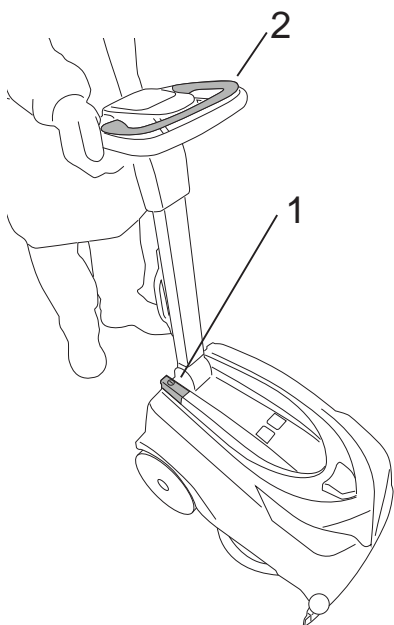
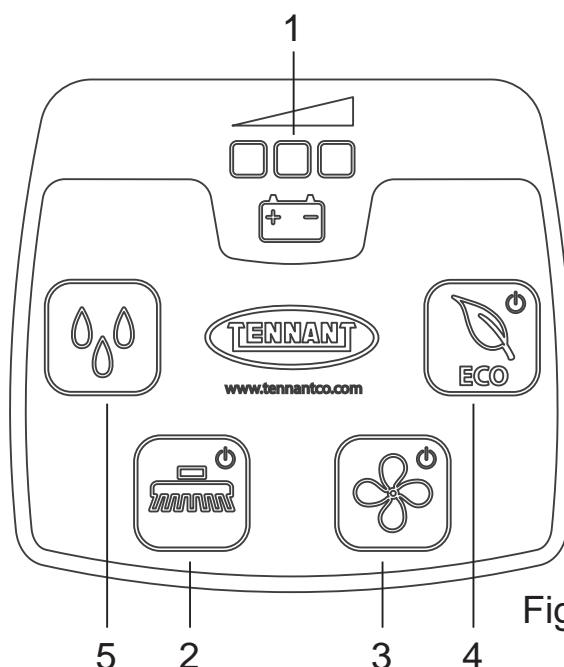

Fig.14
Fig.15
- Interruttore generale (Fig.14-Rif.1): abilita e disabilita l'alimentazione elettrica a tutte le funzioni della macchina.
- Spia di controllo carica batteria (Fig.15-Rif.1): costituita da 3 led di colore, rosso, giallo, verde che segnalano il livello di carica della batteria. Le situazioni possibili sono:
- Pulsante spazzola (Fig.15-Rif.2): abilita ("led illuminato") e disabilita ("led spento") la funzione "Spazzola", la spazzola entra in funzione solo azionando la "Leva comando spazzola" (Fig.14-Rif.2).
- Pulsante aspirazione (Fig.15-Rif.3): accende ("led illuminato") e spegne ("led spento") il motore aspirazione, il quale consente di asciugare il pavimento su cui si sta lavorando. Il motore entra in funzione solo azionando la "Leva comando spazzola".
- Pulsante flusso soluzione (Fig.15-Rif.5): per abilitare, disabilitare o variare l'erogazione del flusso soluzione, procedere in questo modo:
- Pulsante ECO (Fig.15-Rif.4): abilita ("led illuminato") e disabilita ("led spento") il funzionamento ECO.